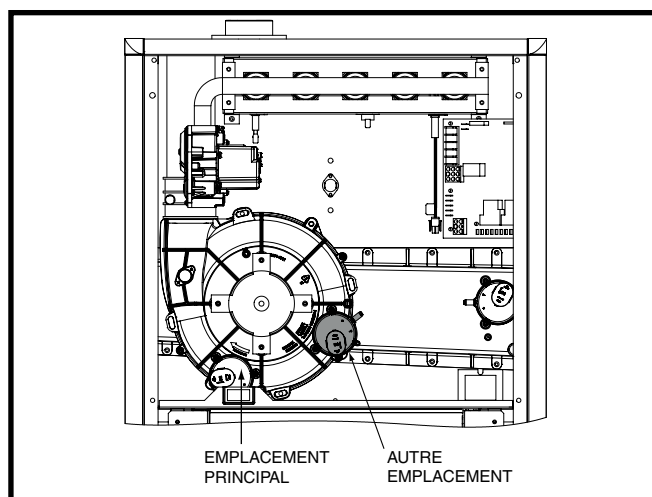

Figure 17. Autre emplacement du pressostat
- Étiqueter et débrancher les tubes et les fils du pressostat (Figure 17 (page 17)).